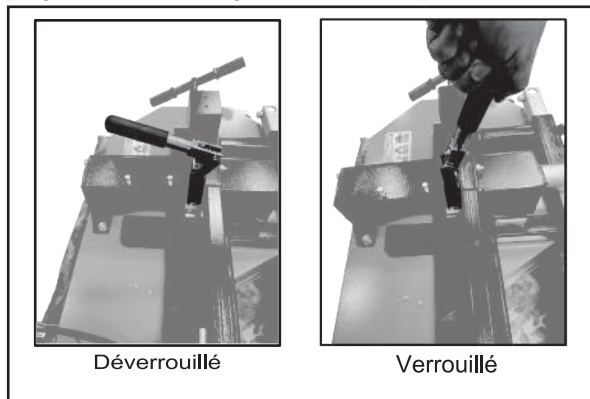
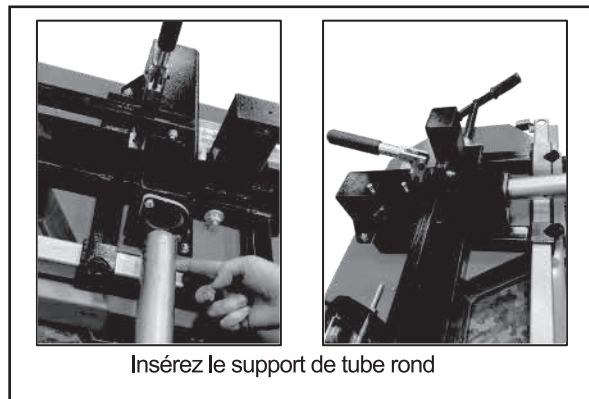
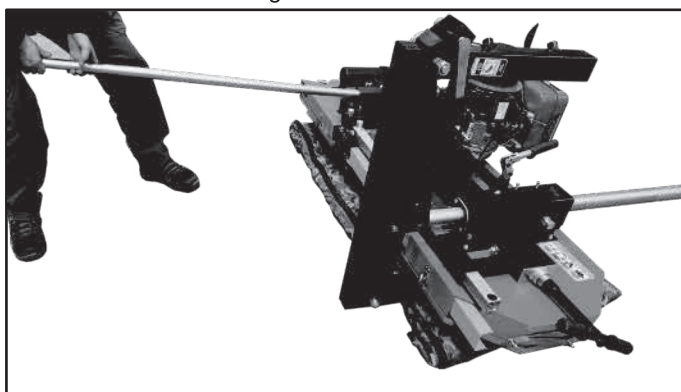
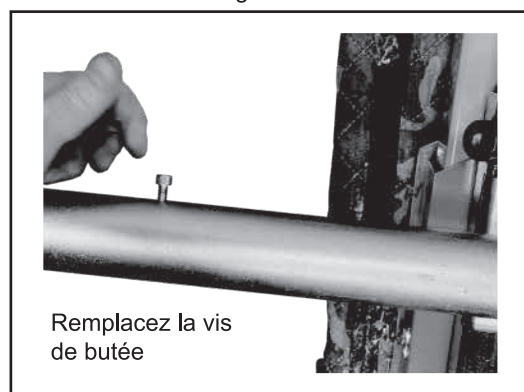

Fig. 30
Fig. 31
Fig. 32
Fig. 33
Étape 16 : Assembler la base du chariot à la tête de la scierie. Vérifiez que les poignées de verrouillage de la came sont en position déverrouillée (fig. 30). Insérez le support de tube rond sur la base du chariot gauche assemblé dans le réceptacle du support de tube rond de la tête de la scierie (fig. 31). Notez que le support de tube rond se trouve du côté droit puisque la tête de la scierie repose sur sa face. Assurez-vous que les roues de chariot sont orientées vers le moteur. Il peut être nécessaire de soulever la tête de la scierie pour insérer la base du chariot. Pour ce faire, insérez le tube de la poutre de poussée dans le réceptacle du support de tube carré (fig. 32), et avec deux personnes, l'une utilisant le tube de poutre de poussée comme levier, levez la tête de la scierie suffisamment pour que la base du chariot gauche avec le support de tube rond puisse être complètement insérée dans la tête de la scierie (fig. 32).
Une fois la base du chariot complètement insérée, déplacez la poignée de verrouillage de la came en position verrouillée (fig. 30). Remplacez la vis de butée du haut du support de tube rond (fig. 33).